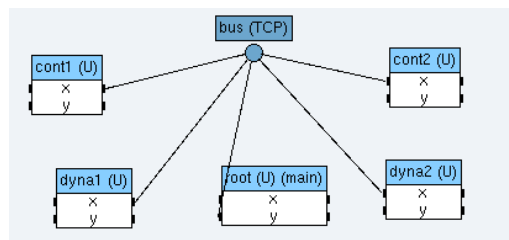

Figure 8.15: L'architecture avec cinq opérateurs.
- create the `multi` architecture (*cf.* figure 8.15):